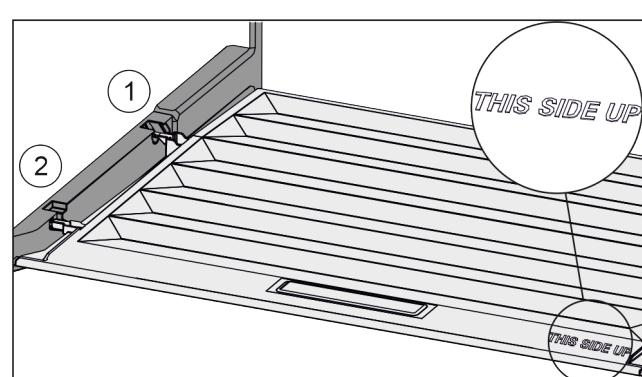

Fig. 136
- Deckelstege über Öffnung der hinteren Halterung Fig. 136 (1) einführen und vorne in Halterung Fig. 136 (2) einrasten.